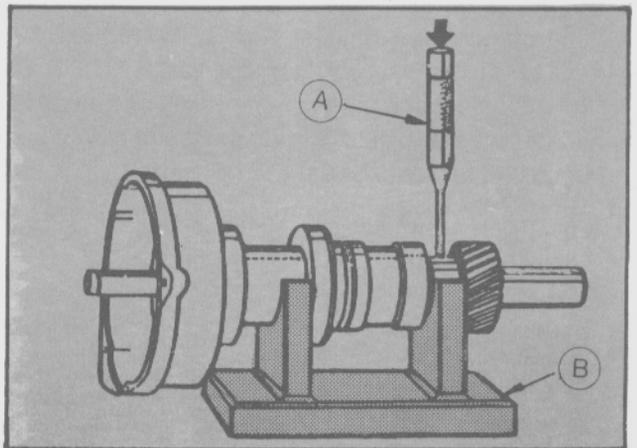

Fig. 30 - Desmontaje del perno de retención del engranaje conductor.
- Desmontar el distribuidor de la herramienta T58L-12132-BAS y apoyarlo en la herramienta T74G-12131-BAS cuidando que la dirección de salida del perno del engranaje conductor coincida con el agujero dispuesto para tal fin (Fig. 30).